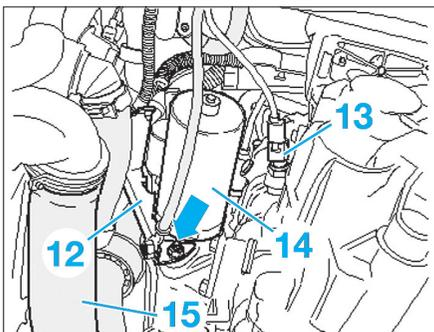

Fig. 10
- Déposer le support (12) du démarreur (Fig.10).
- Débrancher la fiche (13) pour feux de recul.
- Déposer le démarreur (14) (voir opération concernée).
- Déposer le tuyau de raccordement (15) pour le refroidissement de l'air de suralimentation du refroidisseur d'air et déposer le tuyau de raccordement.
- Déposer la biellette gauche de la barre stabilisatrice (16) (Fig.10).